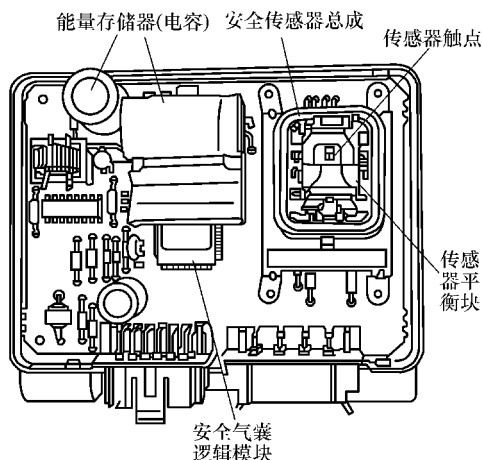

图 9-10 安全气囊系统电脑结构
(1) 安全气囊系统电脑结构 安全气囊系统电脑内部主要由安全气囊逻辑模块、能量储存装置 (电容)、插接器等组成, 如图 9-10 所示。
1) 如图 9-10 所示, 使用 SST 连接 DLC3 的 TC 和 CG 端子, 然后将点火开关转到 ON (IG) 位置。